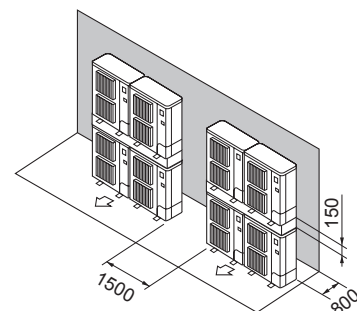

Fig. 2-18
- ⑦ Umiestnenie jednotiek na seba (Fig. 2-18)